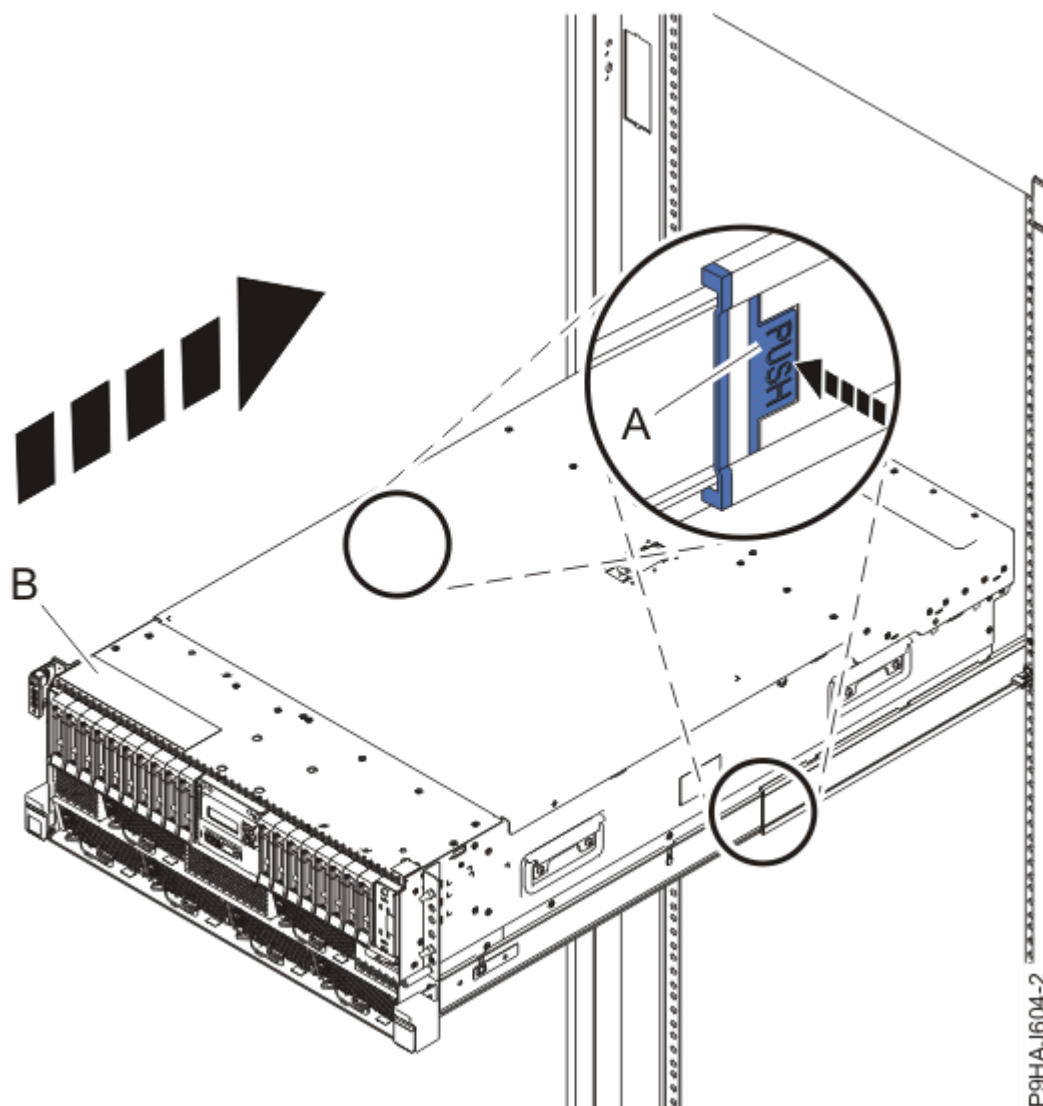

Figure 56. Mise en position de fonctionnement du système
3. Pour un système monté en armoire, déverrouillez les loquets de sécurité bleus **(A)** en les poussant vers l'intérieur, comme illustré dans la Figure 56, à la page 74.